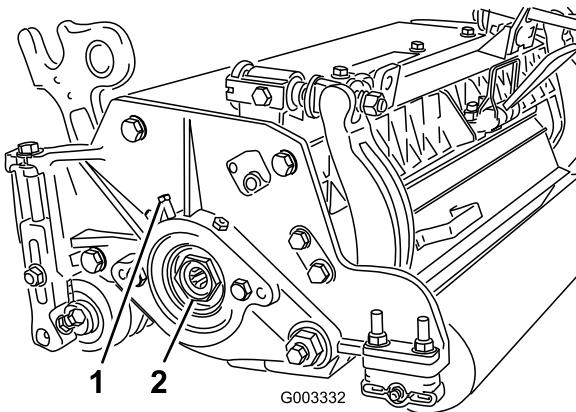

Figura 26
- A. Desaperte o parafuso do conjunto externo segurando a porca de ajuste do rolamento localizado no lado esquerdo da unidade de corte (Figura 26).